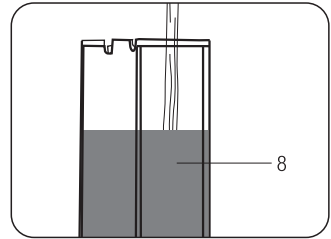

Abb.2
- Den Behälter mit maximal 1 Liter frischem Wasser füllen. **(Abb.2)**